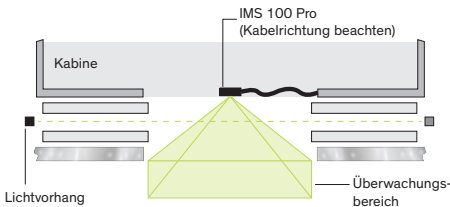
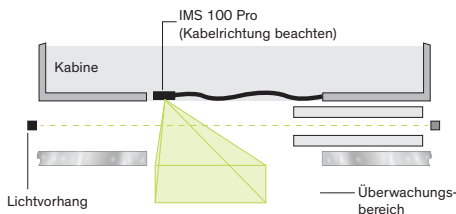
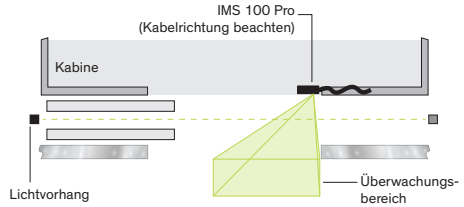

Abb. 2: Einbauposition - zentral öffnende Tür
Abb. 3: Einbauposition - rechts öffnende Tür
Abb. 4: Einbauposition - links öffnende Tür
Generell kann IMS 100 Pro links, mittig und rechts von der Türöffnung installiert werden und funktioniert für die meisten Anwendungen zuverlässig. Jedoch sollte für den Einsatz in stark glänzenden und langsam bewegende Aufzugstüren die Sonderkonfiguration des IMS 100 Pro für rechts öffnende Türen eingesetzt werden (Montage auf der linken Seite der Türzarge; siehe Abb. 3, 11 und 12). Die Spezialkonfiguration heisst IMS 100 Pro-L. Die Abmessungen und der Einbau eines IMS 100 Pro-L sind identisch mit denen eines IMS 100 Pro.
- ▶ Kabelaustritt in Richtung rechten Türpfosten montieren (Abb. 2, Abb. 3, Abb. 4)